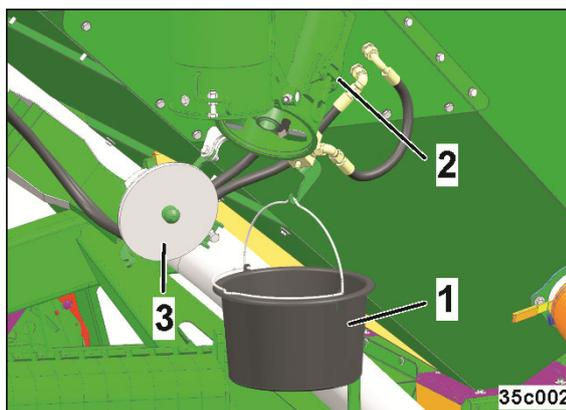

Fig. 179
2. Auffangbehälter (Fig. 179/1) einhängen
Der Auffangbehälter dient zum Auffangen der Restmenge beim Öffnen der Verschlussklappe (Fig. 179/3).
3. Verriegelung (Fig. 179/2) öffnen.
4. Klappe (Fig. 179/3) öffnen.